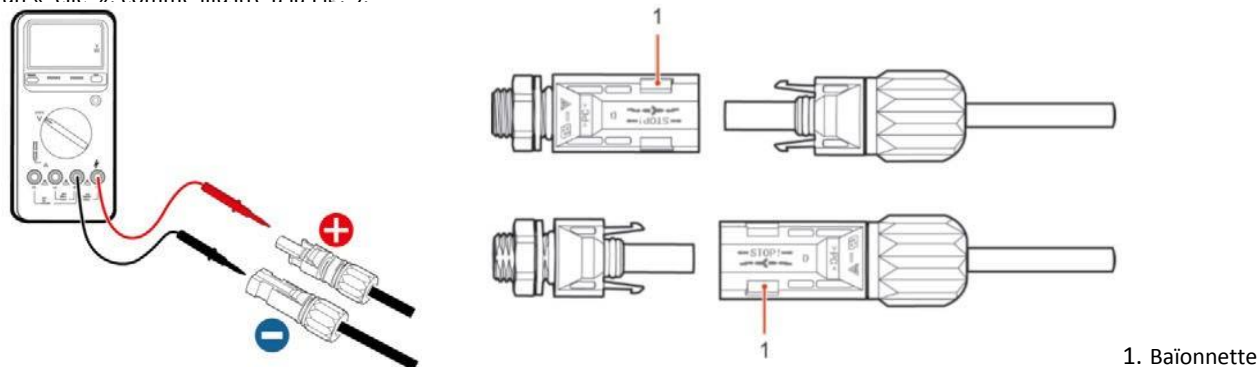

Fig. 9 Connecter les connecteurs PV
**Étape 3** Assurez-vous que la tension CC de chaque chaîne PV est inférieure à 600 VCC et que les polarités des câbles d'alimentation PV sont correctes. Insérez les connecteurs positif et négatif dans l'onduleur HYD - ES jusqu'à ce que vous entendiez un « clic », comme illustré à la Fig. 9.